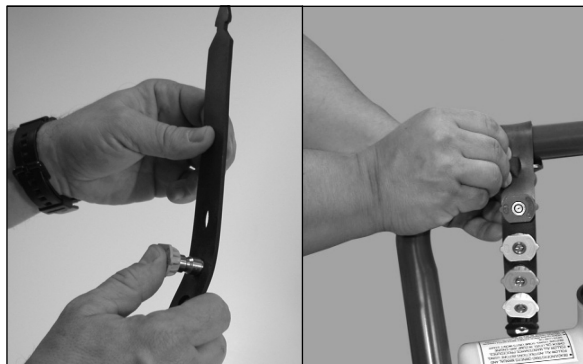

Figure 9 - Insérer les buses de pulvérisation dans le support pour les buses.
9. Mettre les buses de connexion rapide dans le support pour les buses et le fixer sur le manche du nettoyeur haute pression. Voir la figure 9.